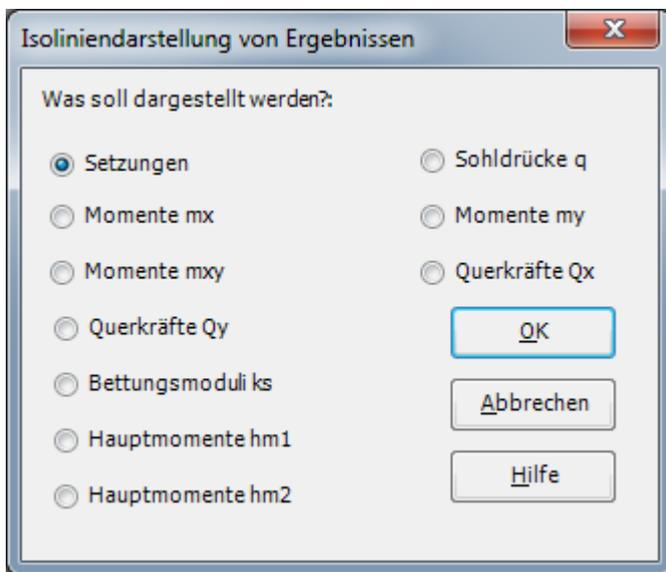

Bild 10.37 Optionsfeld "Isoliniendarstellung von Ergebnissen"
- Wählen Sie "Isolinien" aus dem "Ergebnisse"-Menü. Das folgende Optionsfeld im Bild 10.37 erscheint